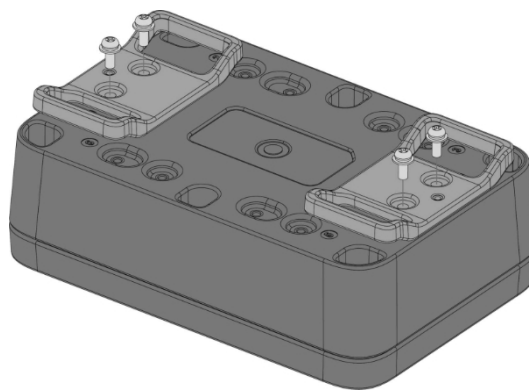

Abbildung 35: Befestigung der Riemenschlaufenhalterung am Gehäuse
(4) Stück M3*8 mm Kopfschrauben mit Unterlegscheibe. Befestigen Sie diese an den festen Positionen 1 bis 6 des Gehäuses, wie in **Abbildung 35** dargestellt.